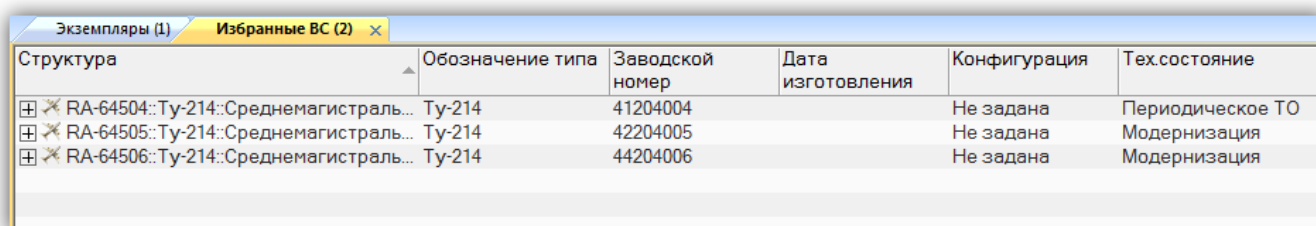

Рис. 13-34 – Окно «Избранные ВС»
4) Выбранные экземпляры ВС добавятся в окно «Избранные ВС» (рис. 13-34).